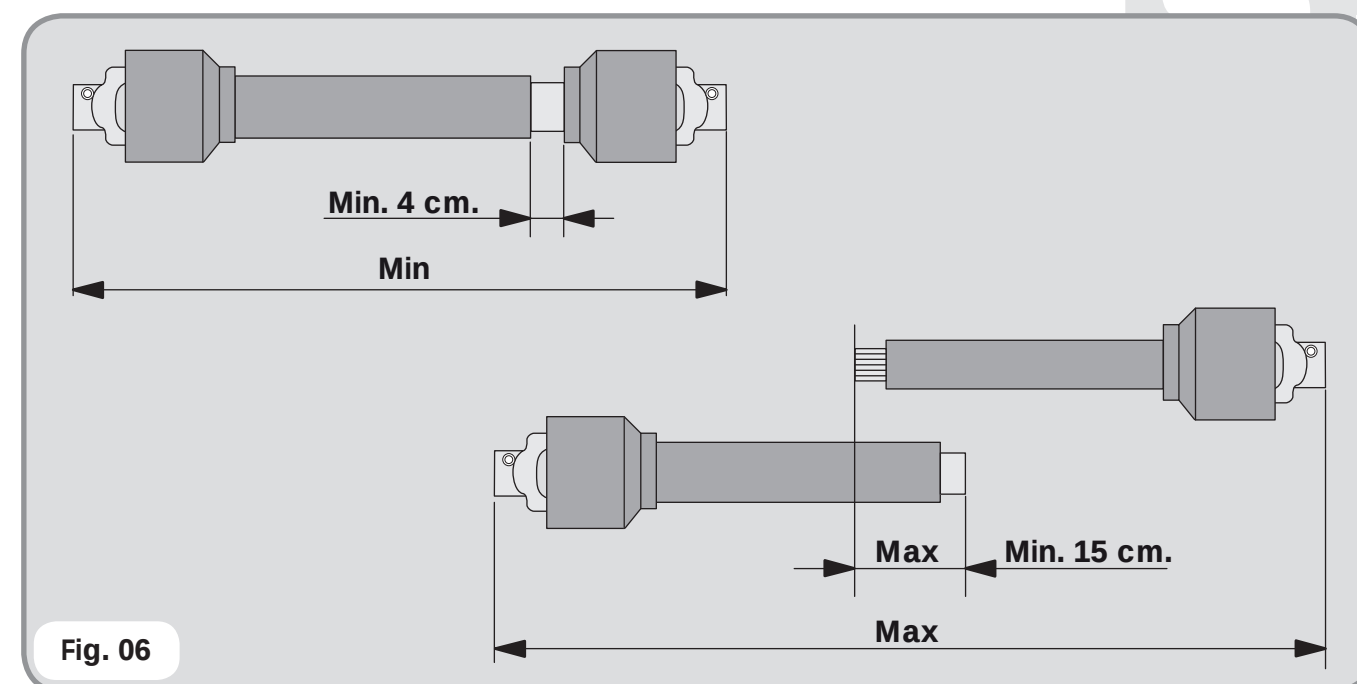

Fig. 06
➡ Assicurarsi che il cardano in posizione di massima chiusura resti aperto non meno di 4 cm, in caso di massima apertura i due pezzi devono essere sovrapposti non meno di 15 cm (fig. 06).
- ➡ Verificare la lunghezza dell'albero (fig. 06).
In case of maximum opening the two pieces must be superimposed not less than 15 cm / 5,90 inch (fig. 06).
Check the right working PTO shaft length (fig. 06).
S'assurer que le cardan soit ouvert d'au moins 4 cm en position de fermeture max. et que les deux parties se superposent d'au moins 15 cm dans la position d'allongement max. (fig. 06).